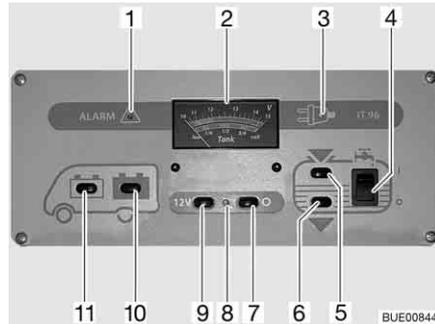

Bild 151 Panel IT 96-2
Der 12-V-Hauptschalter (Bild 151,7 und 9) schaltet das Panel und die 12-V-Versorgung des Wohnraums ein und aus.
Einschalten: ■ Schalter (Bild 151,9) drücken "12 V": Die 12-V-Versorgung des Wohnraums ist eingeschaltet. Die Kontroll-Leuchte (Bild 151,8) leuchtet grün.
Ausschalten: ■ Schalter (Bild 151,7) drücken "O": Die 12-V-Versorgung des Wohnraums ist ausgeschaltet. Die Kontroll-Leuchte (Bild 151,8) erlischt.
Beim Anzeigeelement V/Tank (Bild 151,2) die obere Skala beachten. Das Anzeigeelement wird automatisch beleuchtet, sobald ein Schalter gedrückt wird.
- Schalter (Bild 151,11) drücken "☺": Die Batteriespannung der Starterbatterie wird angezeigt.
- Schalter (Bild 151,10) drücken "☺": Die Batteriespannung der Wohnraumbatterie wird angezeigt.
Beim Anzeigeeinstrument V/Tank (Bild 151,2) die untere Skala beachten. Das Anzeigeeinstrument wird automatisch beleuchtet, sobald ein Schalter gedrückt wird.
- Schalter (Bild 151,5) drücken "": Die Wassermenge wird angezeigt.
- Schalter (Bild 151,6) drücken "": Die Abwassermenge wird angezeigt.
- Wippschalter (Bild 151,4) oben drücken "I": Die Wasserversorgung ist eingeschaltet.
- Wippschalter (Bild 151,4) unten drücken "O": Die Wasserversorgung ist ausgeschaltet.
Die rote Warnleuchte "ALARM" (Bild 151,1) blinkt, sobald die Spannung der Wohnraumbatterie 11 V (Messung im laufenden Betrieb) unterschreitet und damit Tiefentladung droht.
Die 12-V-Kontroll-Leuchte (Bild 151,8) leuchtet, wenn der 12-V-Hauptschalter (Bild 151,9) eingeschaltet ist.
Die gelbe 230-V-Kontroll-Leuchte (Bild 151,3) leuchtet, wenn am Eingang des Elektroblocs Netzspannung vorhanden ist.